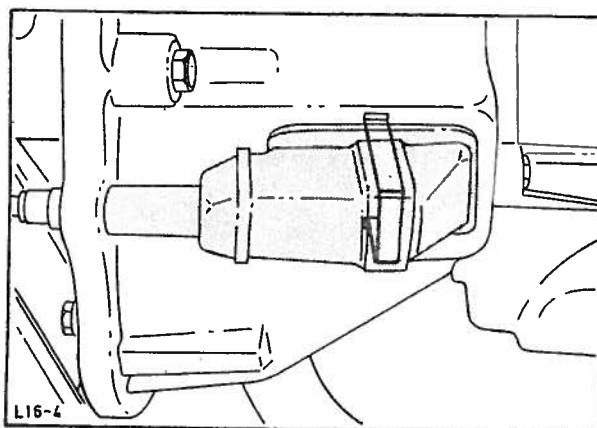

Fig. 23 Kappe montert med festefjær.
20. Før clutchkabelen gjennom clutchhusets styring, sett på kappen, trekk ut den indre kabelen med en tang og sett den inn i armen. Press kappen inn i clutchhuset og monter festefjæren, fig. 23.